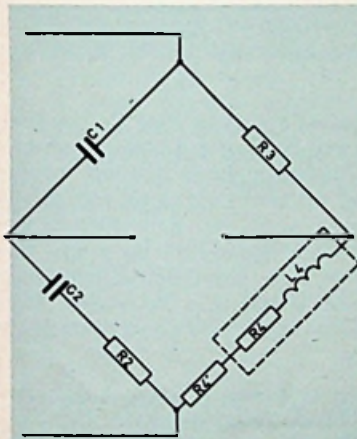

fig. 16a: zelfinductie brug
Voor de brug uit fig. 16a moet vergelijking (1) gelden: